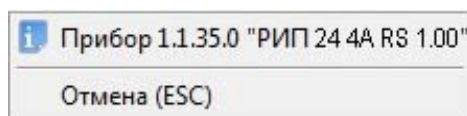

Рисунок 2
3.5.2 Для измерения емкости АБ РИП с помощью АРМ «Орион Про» (см. п. 8.3.4.2.3.2 РЭ АРМ «Орион Про») необходимо в мониторе системы нажать на пиктограмме прибора РИП на плане помещения, левой или правой кнопкой мыши, и в появившемся контекстном меню выбрать пункт информации, помеченный символом  (в данном пункте отображается адрес и название прибора Рис.2):